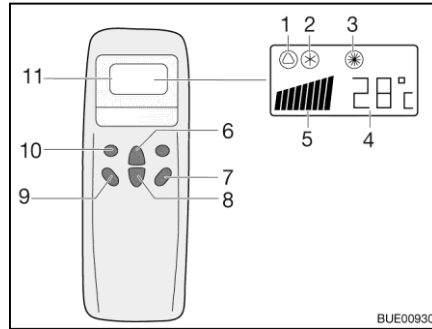
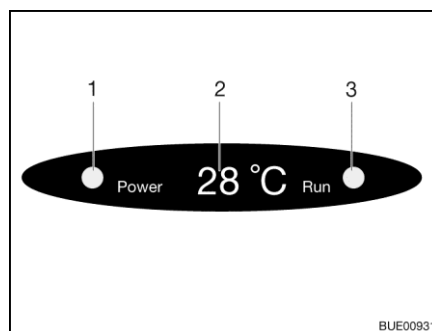

Fig. 231 Télécommande
Fig. 232 Affichage sur le diffuseur
- Appuyer sur la touche "ON/OFF" (Fig. 231,7).
- Appuyer sur la touche "Mode" (Fig. 231,10) autant de fois que nécessaire pour que le mode de fonctionnement souhaité (Fig. 231,1, 2 ou 3) s'affiche à l'écran. Le voyant de contrôle correspondant s'allume sur l'écran du diffuseur (Fig. 232,3).
- Régler la température souhaitée avec les touches d'augmentation de la température (Fig. 231,6) ou de diminution de la température (Fig. 231,8).
- Sélectionner le niveau de ventilation souhaité à l'aide de la touche de vitesse du ventilateur (Fig. 231,9).